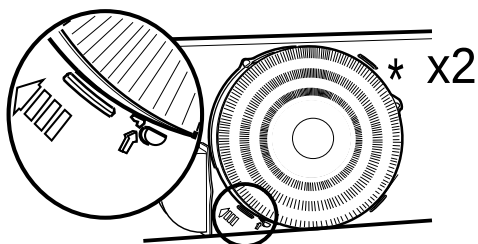

Fig. 5
Si l'installation ne dispose pas d'une évacuation directe vers l'extérieur, prévoir de monter un filtre à charbon actif circulaire, vendu séparément comme accessoire et non inclus en standard. Pour le monter, voir Fig. 5. Contacter le distributeur de la hotte pour connaître le type de filtre à charbon actif à utiliser.
* Filtre à charbon actif (uniquement pour version recyclage), Fig. 5